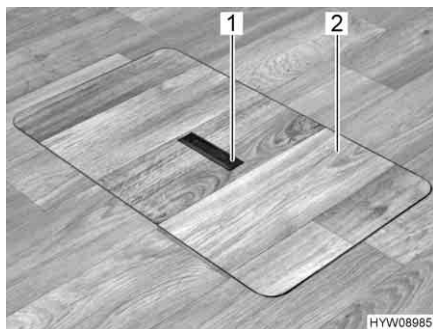
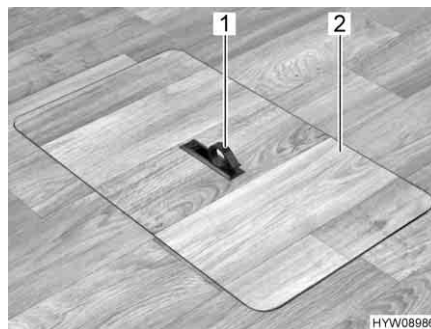

Fig. 87 Copertura vano pavimento (maniglia abbassata)
Fig. 88 Copertura vano pavimento (maniglia estratta)
- Spingere la piastra di presa (Fig. 87, 1) verso il basso da un lato. La maniglia (Fig. 88, 1) viene ruotata verso l'alto.
- Alzare la copertura (Fig. 88, 2).
- Collocare la copertura (Fig. 88, 2) nell'intelaiatura presente sul fondo.